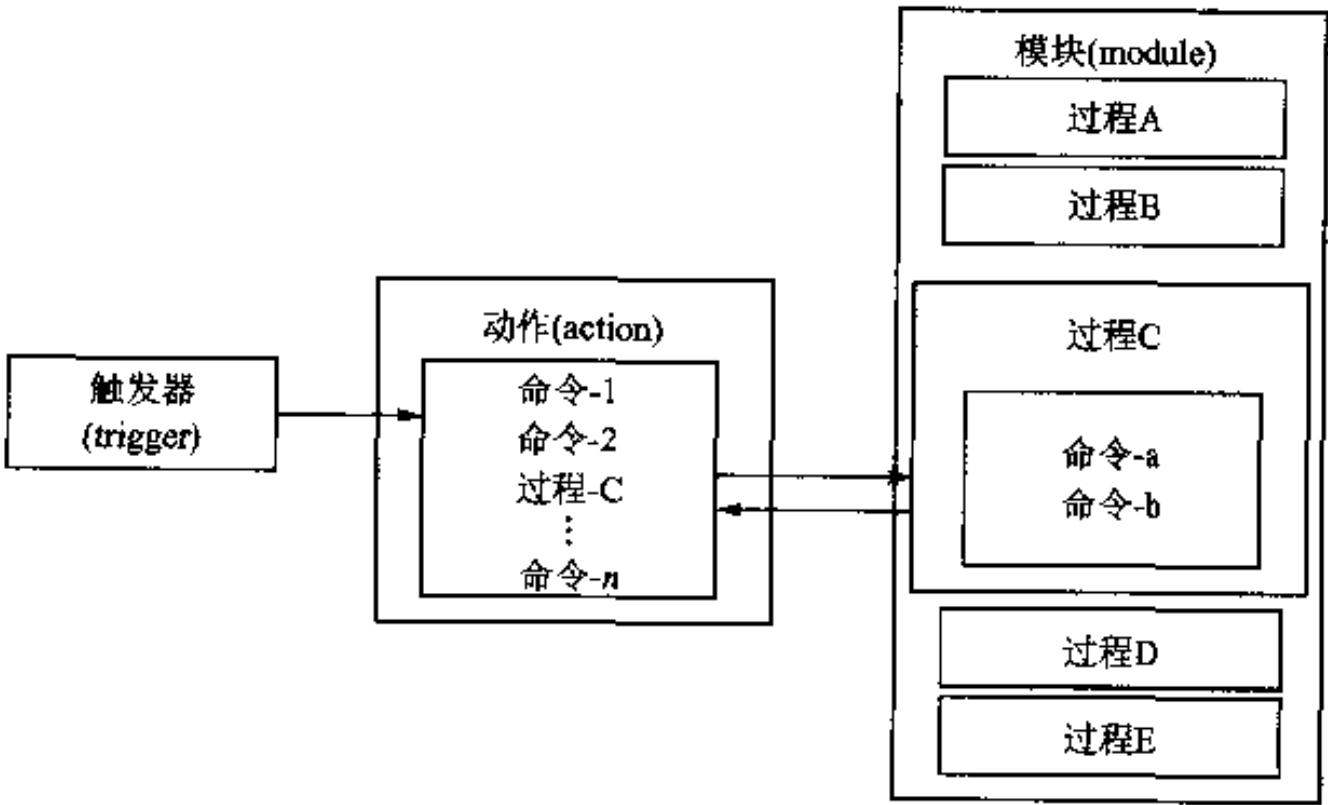

图 10-27 VBS 动作工作原理图
- 不同类型的动作不会相互妨碍执行。全局脚本动作不会影响图形编辑器中的动作;同样,在图形编辑器中,周期循环触发/变量触发的动作不会影响事件触发的动作,如图 10-27 所示。